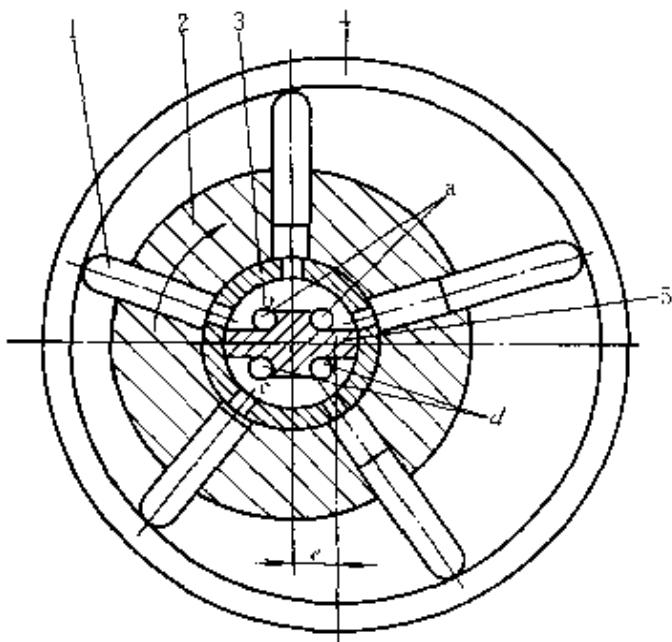

图 3-13 径向柱塞泵的工作原理
#### (1) 径向柱塞泵的工作原理，如图 3-13 所示，径向柱塞泵由